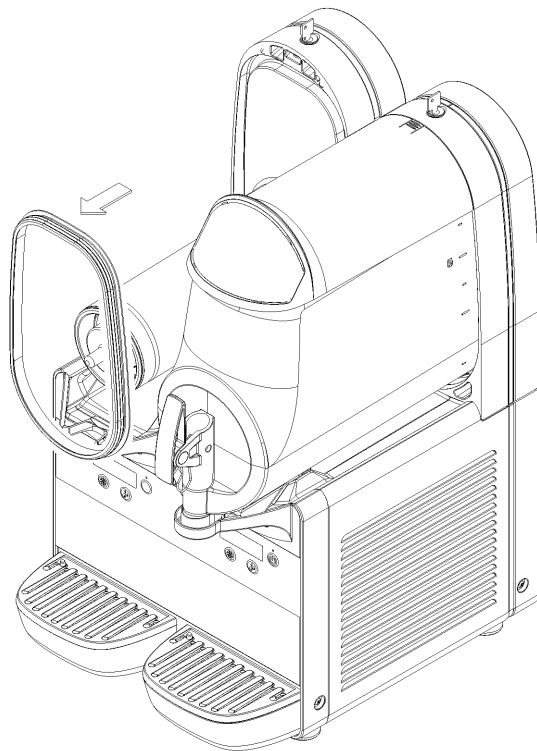

figura 6
- 4** Togliere la guarnizione dalla apposita sede (vedere figura 6).